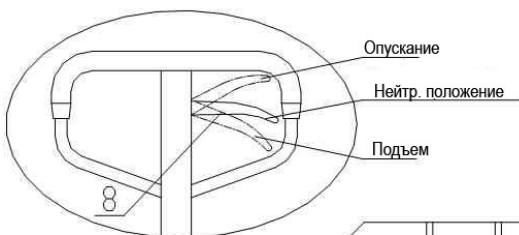

Рис. 4
2.1.7 Покачайте рычаг и проверьте работу функций подъема, опускания в соответствующих положениях рукоятки (8). См. рис. 4. Проверьте нейтральное положение рукоятки.
5.2 См. рис. 4. Для взвешивания и транспортировки груза рукоятка (8) должна быть установлена в положение опускания. После опускания введите вилы в поддон и установите рукоятку (8) в положение подъема, поднимите вилы (качением рычага).